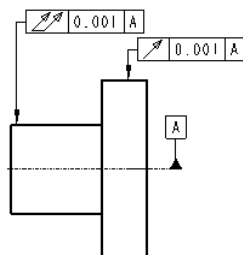

图 5.6.38 标注“全跳动”
Step6. 单击对话框中的 **确定** 按钮，完成“全跳动”的标注，结果如图 5.6.38 所示。